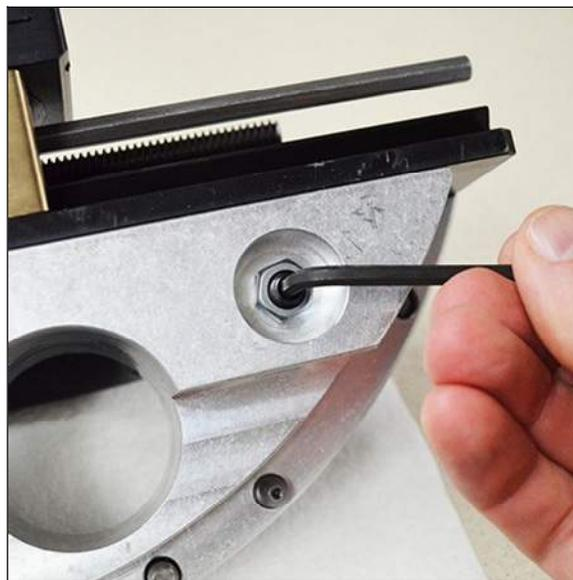

FIGURE 3-31. DESSERRER LA VIS DE BLOCAGE DE LA GLISSIÈRE (FF1200 ILLUSTRÉE)
2. Avec une clé de 13 mm, desserrer le contre-écrou encastré (Figure 3-31).